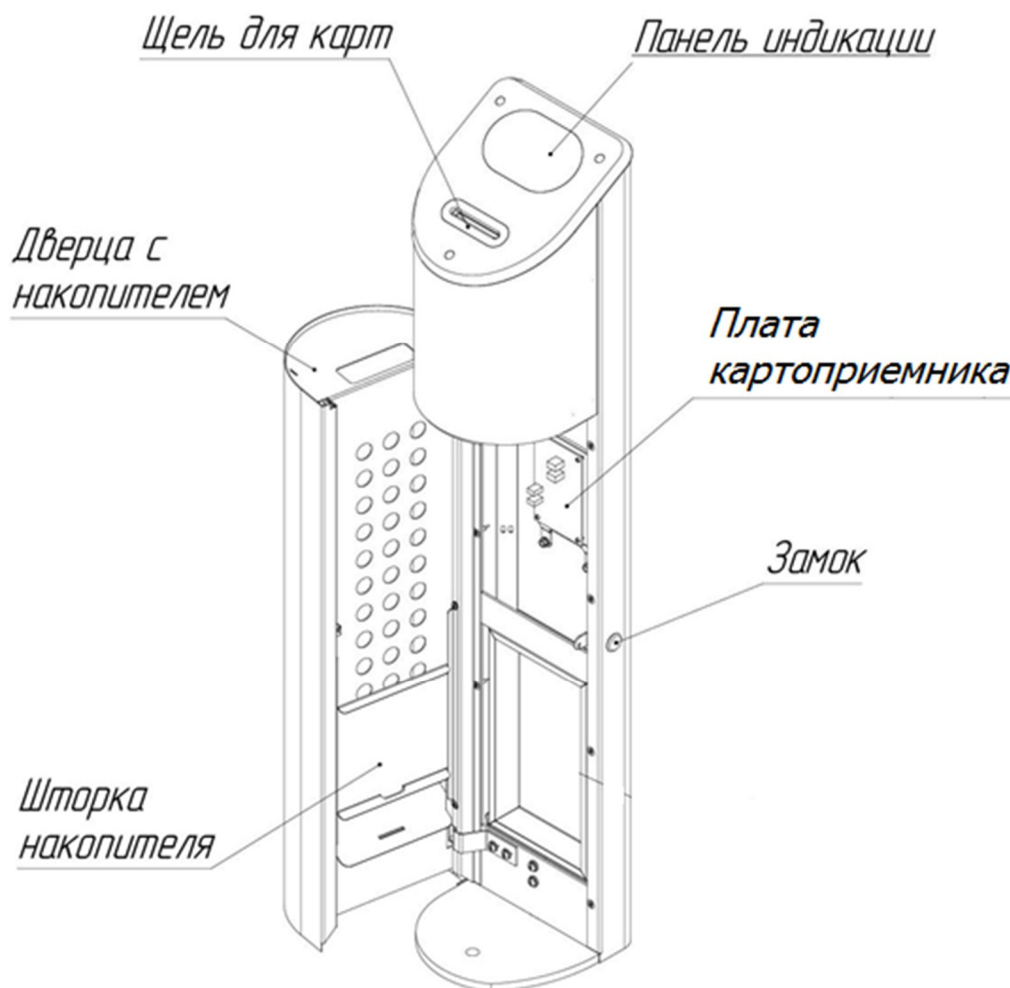

Рис. 5. Общий вид картоприемника
7.3.1. Откройте замок дверцы картоприемника с помощью ключа (рис. 5).
- откройте дверцу картоприемника с помощью ключа (рис. 5);